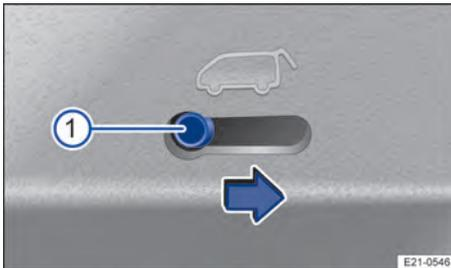

Fig. 57 No compartimento de bagagem: destravar emergencialmente a tampa traseira.
1. Inserir um objeto adequado na abertura da alavanca de destravamento → Fig. 57 **1** e pressionar no sentido da seta.